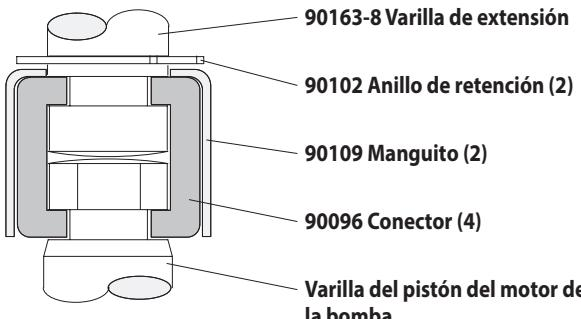

Figura 2
- Utilizando pinzas de anillo e, deslide el anillo de retención lo suficiente como para permitir la manga para moverse hacia arriba y suelte los dos conectores (ver figura 2). Ponga a un lado el motor de aire.